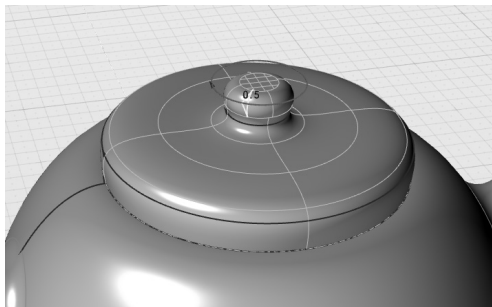

图 5-65 为壶盖顶部施加倒圆角
7) 为壶盖顶部施加倒圆角,设定半径值为“0.5cm”,如图 5-65 所示。